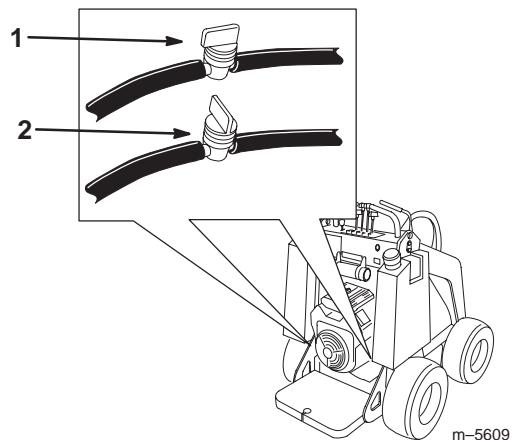

Figure 33
2. Fermez le robinet d'arrivée de carburant au bas de chaque réservoir de carburant (Fig. 33).
- Si vous possédez un Dingo 323, tournez le robinet sur le flexible près du bas de chaque réservoir de carburant comme illustré à la Figure 33.
8. Ouvrez le robinet de carburant du flexible près du fond de chaque réservoir de carburant comme illustré à la Figure 33.